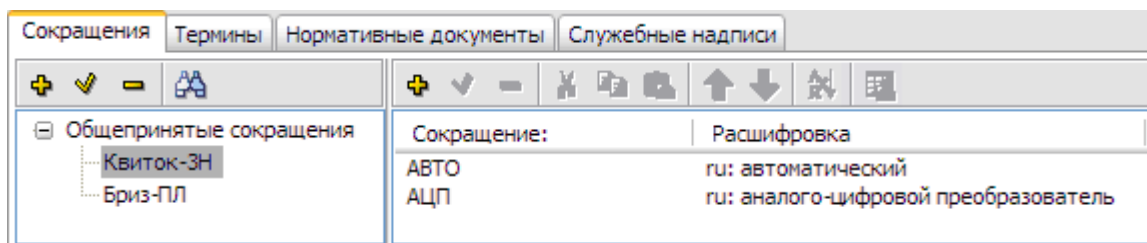

Рисунок 158
6) Нажмите на кнопку **Импорт**. В правом окне редактора появятся импортированные сокращения (рисунок 158).